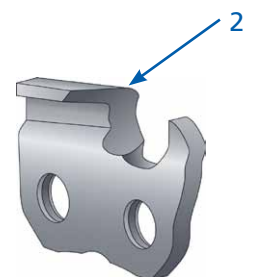

Bild 5
2. Halbmeißel „micro“ (Bild 5)